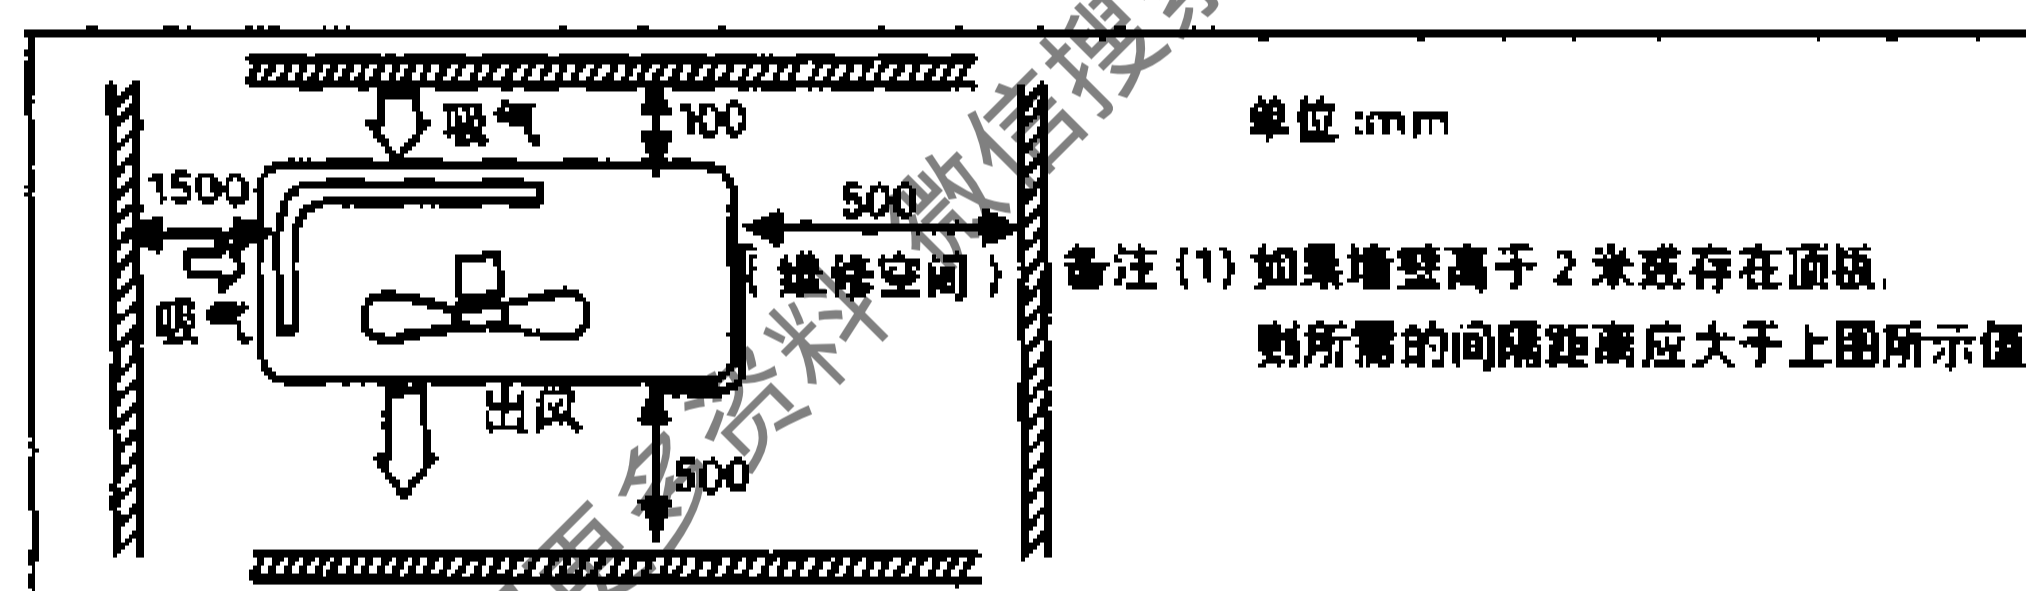

图 3-2-2
- (1) 避雨和不被阳光直接照射的通风地方。
- (2) 排出的风和噪声不影响邻居的地方。
- (3) 具备安装和修理条件的地方。
- (4) 不会增加振动的结实的的地方。
- (5) 必需确保图 3-2-2 所示空间。